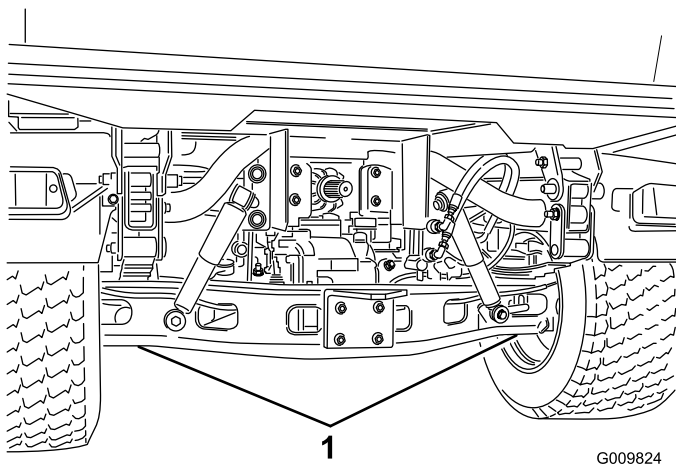

Figura 37
- Il punto di sollevamento della parte anteriore della macchina si trova sotto il supporto anteriore centrale del telaio (Figura 36), mentre quello della parte posteriore si trova sotto l'assale (Figura 37).